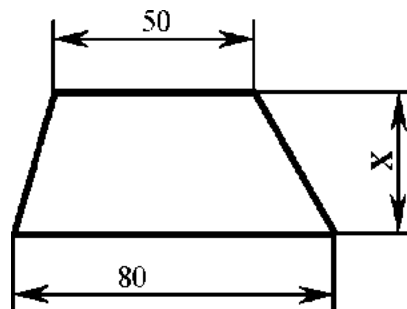

Рис. 45. Размеры
- 12) Определите размер «X» на рис. 45.